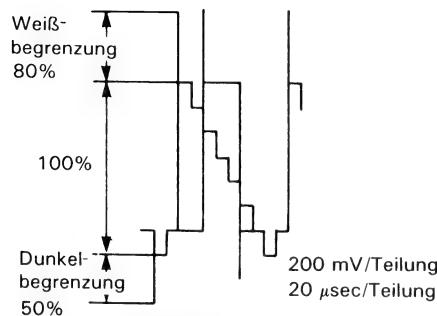

Abbildung 2-7.
- Während der Ausgang am TP201 verfolgt wird, den R224 (Dunkelbegrenzungsregler) so einstellen, daß die Dunkelbegrenzung  $50 \pm 4\%$  übersteigt. (Siehe Abb. 2-7.)